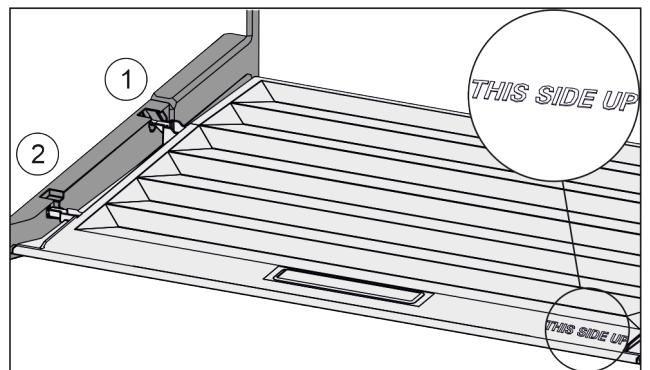

Fig. 108
- Deckelstege über Öffnung der hinteren Halterung Fig. 108 (1) einführen und vorne in Halterung Fig. 108 (2) einrasten.